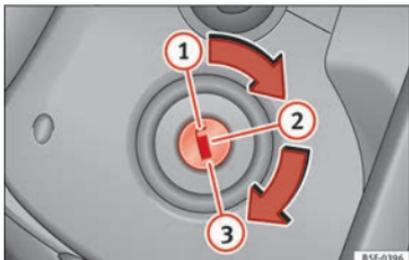

Fig. 145 Posições da chave do veículo.
- Rodar a chave da ignição para a posição ① »» Fig. 145.
- Retire a chave da ignição na posição ① »» Fig. 145 »» ⚠.